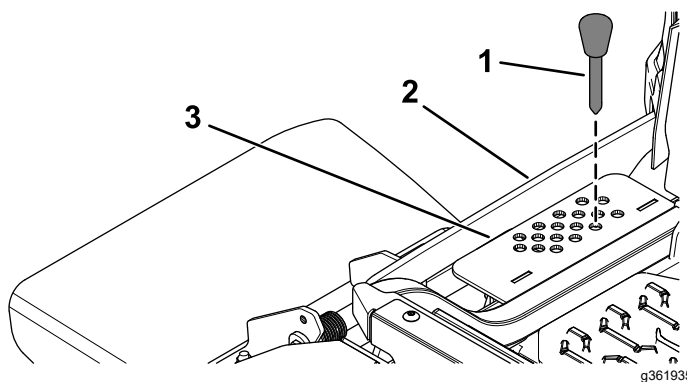

Figura 34
2. Seleccione el orificio del soporte de altura de corte que corresponde a la altura de corte deseada e inserte el pasador (Figura 34).
3. Presione hacia abajo el interruptor de elevación de la carcasa hasta que la biela de altura de corte apenas toque el pasador de altura de corte (Figura 34).